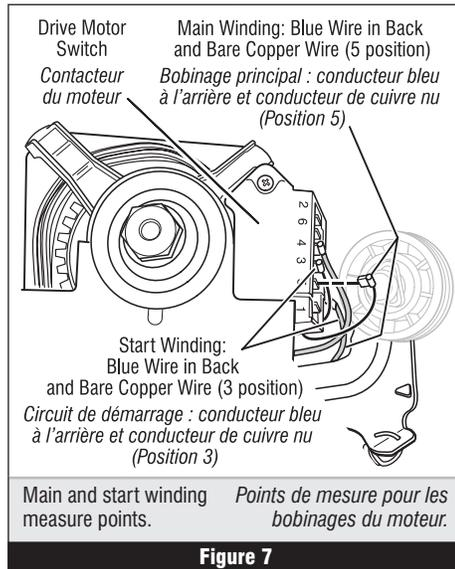

Figure 7
6. Remove the bare copper wire terminal from pin 5 of black drive motor switch. See figure 7.
7. Using figure 7, check for the resistance values of the motor's Main and Start winding coils as shown in the following table.
6. Débrancher le connecteur du conducteur de cuivre nu de la broche 5 du contacteur noir du moteur. Voir figure 7.
7. Consulter la figure 7, mesurer les valeurs de résistance des bobinages du moteur (bobinage principal et bobinage de démarrage). Voir le tableau suivant.